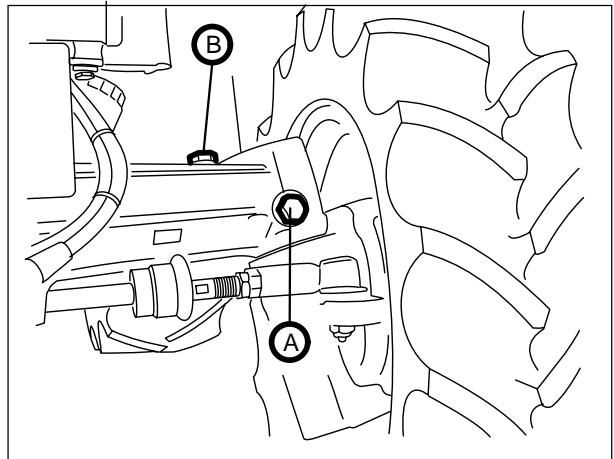
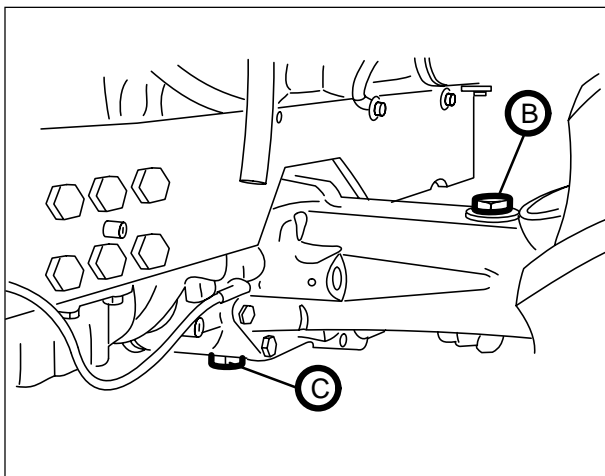
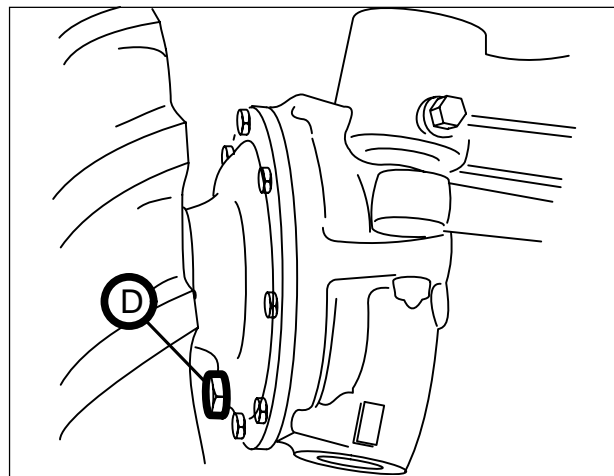

Fig. 50. Eixo dianteiro: (A) Tampão de nível do óleo. (B) Tampão de enchimento.
Fig. 51. Eixo dianteiro. Tampão de descarga do óleo do eixo (C). Tampão de enchimento (B).
Fig. 52. Eixo dianteiro. Tampão de descarga (D) do redutor.
1. Desaperte o corpo (1) do filtro no lado esquerdo do motor (Fig. 52).
Remova o tampão (A. Fig. 50). O óleo deve estar ao mesmo nível do furo. Ateste se for necessário com o óleo de tipo prescrito através do tampão de enchimento (B. Fig. 50).
Remova o tampão de descarga (C. Fig. 51) e o tampão (D. Fig. 52), e descarregue o óleo. Monte os tampões. Encha o eixo dianteiro através do tampão de enchimento (B. Fig. 50) com o óleo de tipo prescrito até ao nível do furo (A. Fig. 50). Aguarde que o óleo se estabilize e controle novamente o nível, atestando-o se for necessário.